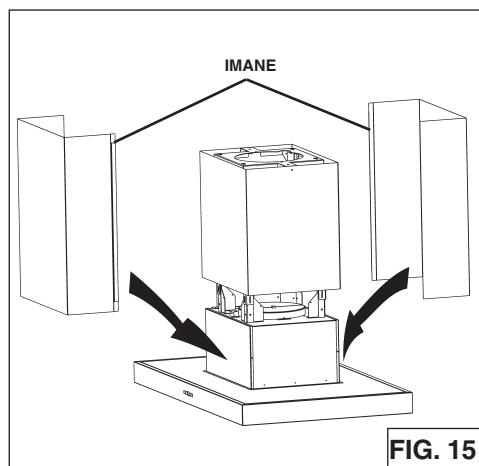

FIG. 15
1. Se adjunta las dos partes inferiores de **codos** al armazón de soporte mediante la superposición de los imanes laterales (Fig. 15).